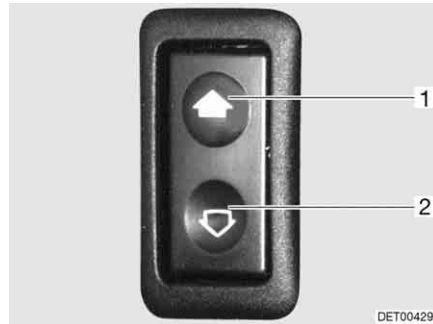

Fig. 29 Interruttore per alzacristalli elettrici
- Apertura:* ■ Premere l'interruttore in basso (Fig. 29,2).
- Chiusura:* ■ Premere l'interruttore in alto (Fig. 29,1).